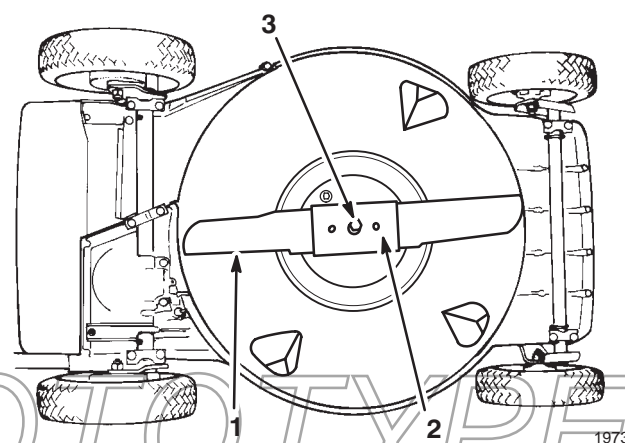

Abbildung 24
3. Den Mäher auf die linke Seite kippen (Abb. 24). Drehen des Mähmessers vermeiden, da das zu Startproblemen führen könnte.
5. **SCHNITTMESSERAUSBAU**—Das Ende des Schnittmessers mit einem Lappen oder einem dick gepolsterten Handschuh greifen. Entfernen Sie Messerbolzen, Fächerscheibe, Messerverstärker und Messer (Abb. 24).